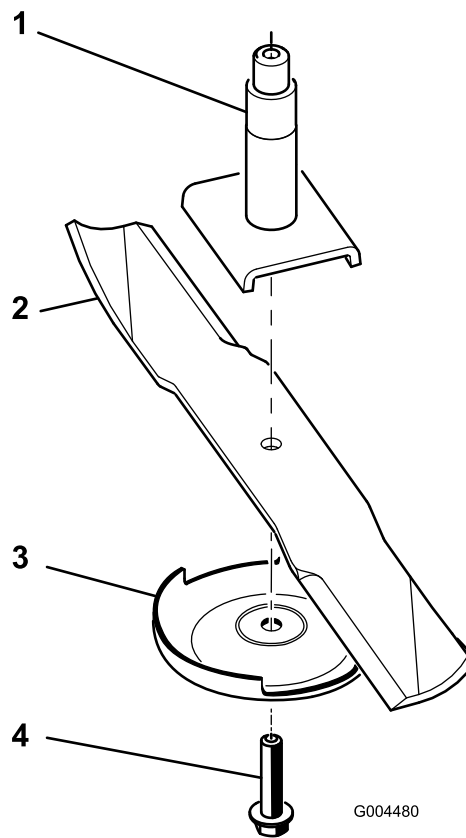

Figura 77
Nota: Si la cuchilla se mantiene horizontal, está equilibrada y puede utilizarse. Si la cuchilla no está equilibrada, rebaje algo el metal en la parte de la veta solamente con una lima (Figura 77). Repita este procedimiento hasta que la cuchilla esté equilibrada.
1. Instale la cuchilla en el eje (Figura 77).
2. Instale la placa protectora de césped y el perno de la cuchilla (Figura 77).